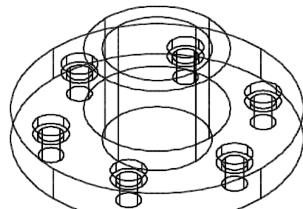

图 14-30 “组合”圆筒示例
- 8) 选择“编辑”面板→“并集”命令，选择 $\phi 80$ 大圆柱和 $\phi 40$ 圆柱；然后选择“编辑”面板→“差集”命令，选择 $\phi 80$ 大圆柱为从中删除对象，选取 6 组沉孔小圆柱和 $\phi 30$ 圆柱为被删除对象。结束命令如图 14-30 所示。